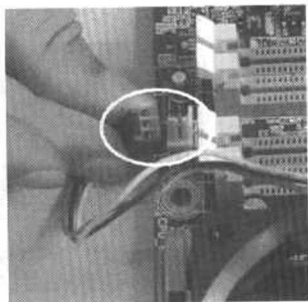

图 1-19 把 CPU 风扇的电源插上
- ⑪ 接着把风扇的电源线插到主板的相应接口上，如图 1-19 所示。